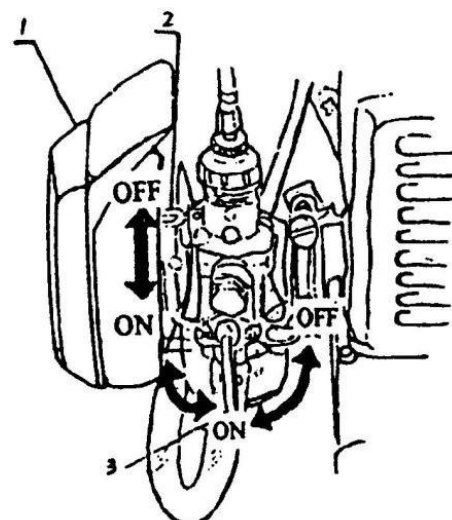

Fig. 9
- 1) Tournez le robinet de carburant en position « ON », voir fig. 9.